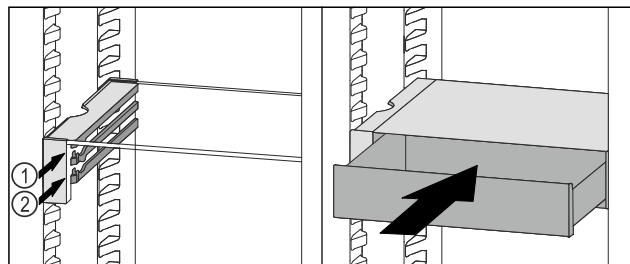

Fig. 80
- ▶ Posizionare il cassetto VarioSafe dietro i tappi sulla nervatura desiderata Fig. 80 (1) o Fig. 80 (2).